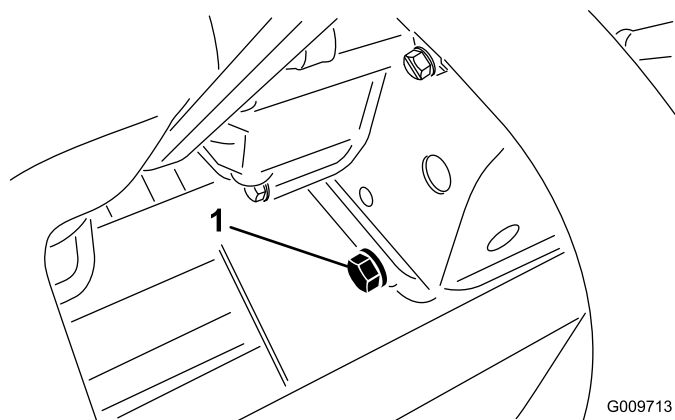

図 56
1. ドレンプラグ（図 56）を外してオイルを容器に受ける。オイルが抜けたらドレンプラグを取り付ける。